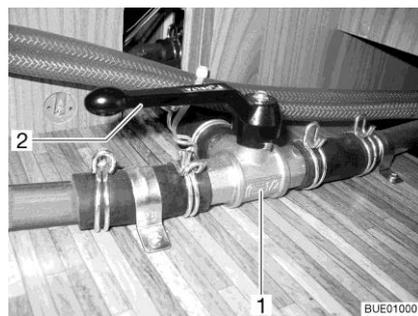

Fig. 217 Vanne à 3 voies
- Positionner le levier (Fig. 217,2) de la vanne à 3 voies (Fig. 217,1) parallèlement au sens du débit linéaire (Fig. 217).
- Positionner le levier (Fig. 217,2) de la vanne à 3 voies (Fig. 217,1) perpendiculairement au sens du débit linéaire.